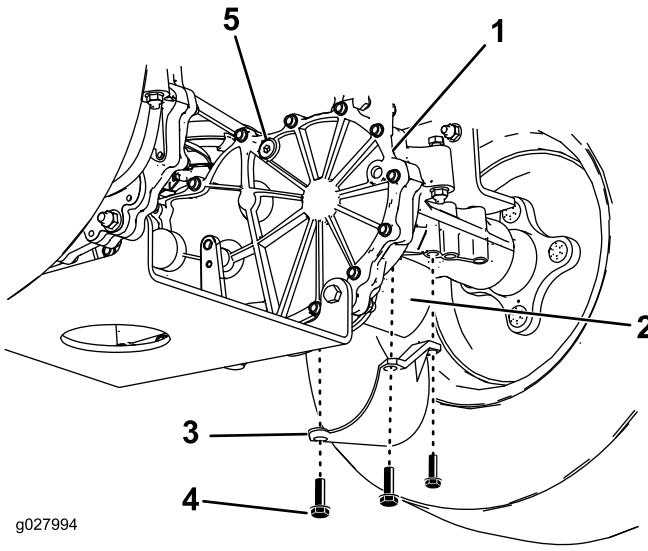

Figure 46
3. Localisez le filtre et ses protections sur chaque transmission à boîte-pont (Figure 46). Retirez les trois vis qui fixent la protection du filtre et déposez la protection.